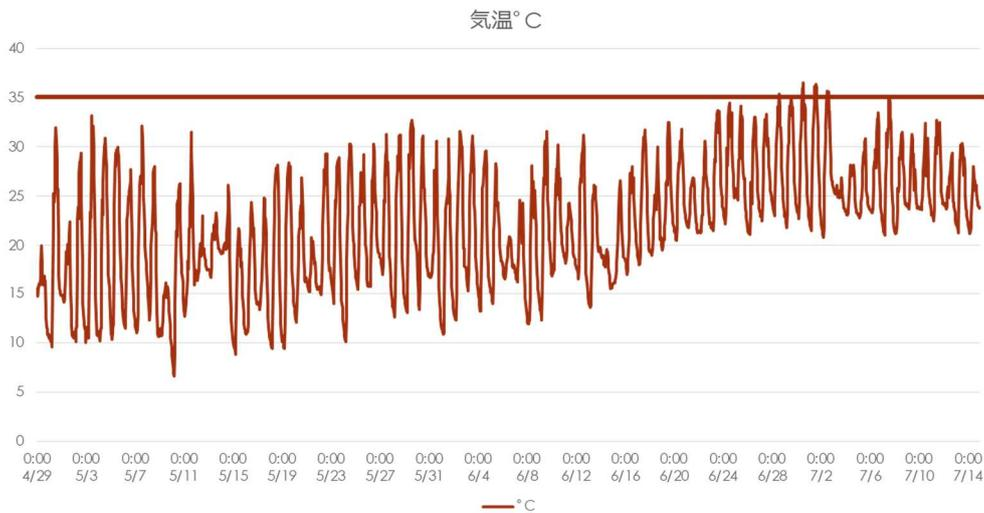

図 3 遮熱塗布資材を使用したハウス内気温の推移
- ・ 5 月上旬に塗布した場合、換気扇と遮光カーテン（遮光率 30%）との併用により、7 月中旬の収穫終了までハウス内温度が 35℃を超える日はほとんどなく（図 3）、施設内の環境が改善しました。